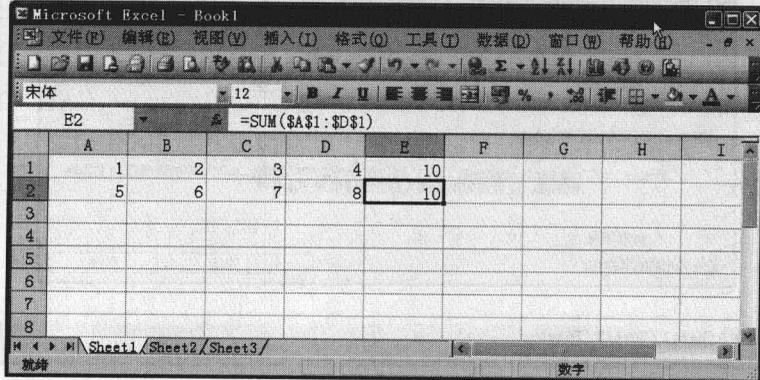

图 1-11 绝对引用方式下的计算
(2) 采用绝对引用方式测试。修改单元格“E1”中的输入公式为“=SUM(\$A\$1:\$D\$1)”，并将其复制到“E2”单元格中，观察计算结果。从图 1-11 中可以看出，绝对引用方式下，“E2”单元格计算的单元格区域依然是“A1:D1”。